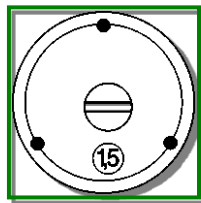

Bild 4: Einstellung des Hubes (außer Reihe SK 14 und SK 15)
Der Hub bestimmt wesentlich die Anschmelzform des Bolzens. Bei starken Abweichungen vom optimalen Wert können sich Lunken in der Schmelzzone bilden. Bei zu kleinem Hub steigt außerdem die Zahl der Tropfenkurzschlüsse, die einen unruhigen Schweißablauf zur Folge haben. Der Überstand (siehe Bild 4) bestimmt die Wulstform des geschweißten Bolzens. Hier kann man, besonders beim Schweißen an senkrechter Wand, von den Tabellenwerten abweichen. Bei zu kleinem Eintauchmaß gibt es Poren oder Unterschneidungen im Schweißbereich, bei zu großem Eintauchmaß spritzt das Schweißbad beim Eintauchen des Bolzens seitlich oder auch nach oben weg, so daß in ungünstigen Fällen der Bolzen dadurch in der Abwärtsbewegung blockiert wird. Die Einstellung des Überstandes wird in Abschnitt 3.2.9 beschrieben.
10. **Einstellung des Hubes (außer Reihe SK 14 und SK 15):** Schrauben Sie die Abschlußkappe der Pistole ab. Dahinter liegt eine Einstellschraube, an der in Stufen von 0,5 mm der Hub verändert werden kann (Bild 4). **Keine Zwischenwerte einstellen!** Richten Sie sich bei der Wahl der Werte nach Tabelle 3.
Ein häufiger Fehler ist die sog. Eintauchbehinderung. Sie entsteht, wenn der Bolzen in der Eintauchbewegung gebremst wird und oberhalb des Schweißbades stehenbleibt (siehe Tabelle 5, Bild 4). Es kann aber auch vorkommen, daß die Behinderung nur kurzzeitig wirkt und der Bolzen verzögert eintaucht. Dann entsteht eine "kalte Schweißung" mit Bindefehlern, wobei keine äußerlich sichtbaren Unregelmäßigkeiten vorliegen (Tabelle 5 Bild 5). Die Sichtprüfung sollte daher nie ausschließlich zur Beurteilung dienen. Sie ist durch mechanische Prüfungen zu ergänzen.